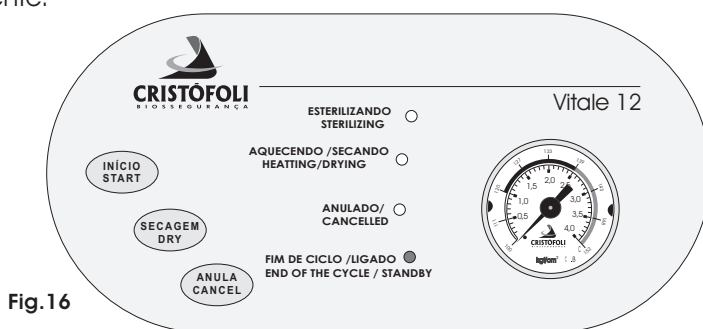
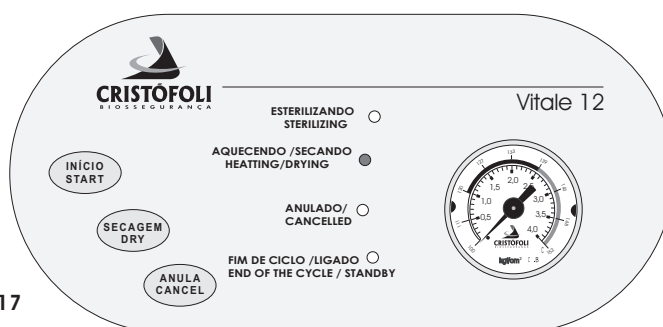

Fig. 16
Fig. 17
- Ligue a autoclave na rede elétrica, o LED **Fim de Ciclo/Ligado** acenderá (Fig.16). Aperte a tecla **INÍCIO**, nesse momento, a autoclave emitirá um bip, o LED **Aquecendo/Secando** estará aceso (Fig.17), a autoclave iniciará então o aquecimento que poderá variar de 8 a 30 minutos dependendo das condições de temperatura e altitude do local de trabalho, rede elétrica e quantidade de material carregado. Caso este não seja o primeiro ciclo do dia e a temperatura da autoclave estiver acima de 70 °C, ao apertar a tecla **INÍCIO**, a autoclave soará dois bips e voltará para o modo **Standby**, com o LED verde aceso, aguarde mais alguns minutos e tente novamente.